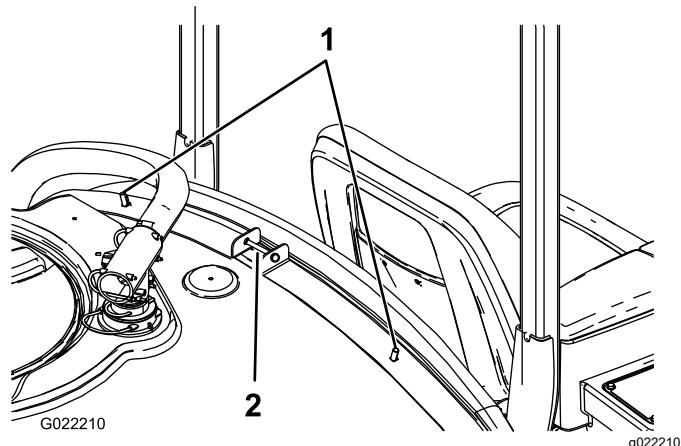

図 1
- タンク前部固定ベルトの内側の穴にキャリッジボルト2本を取り付ける図1。